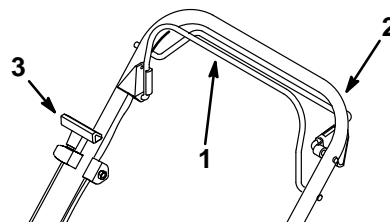

Figure 34
11. Maintenir la barre de commande de lame serrée contre le mancheron (Fig. 34) et tirer plusieurs fois la poignée du lanceur pour expulser les résidus de calamine.